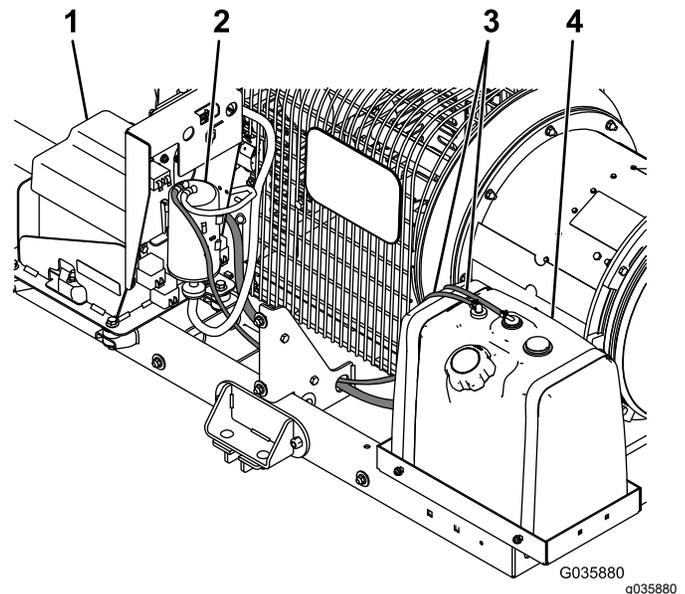

Figura 1
5. Desligue os tubos do depósito de combustível da máquina e deite-os fora (Figura 1).
6. Retire os fixadores e cintas que prendem o depósito de combustível à máquina e deite-os fora juntamente com o depósito (Figura 1).
7. Desligue os restantes tubos do recipiente de carbono (Figura 1).
8. Retire a cobertura da bateria (Figura 1); consulte o *Manual do utilizador*.
9. Retire o recipiente de carbono e deite-o fora (Figura 1).